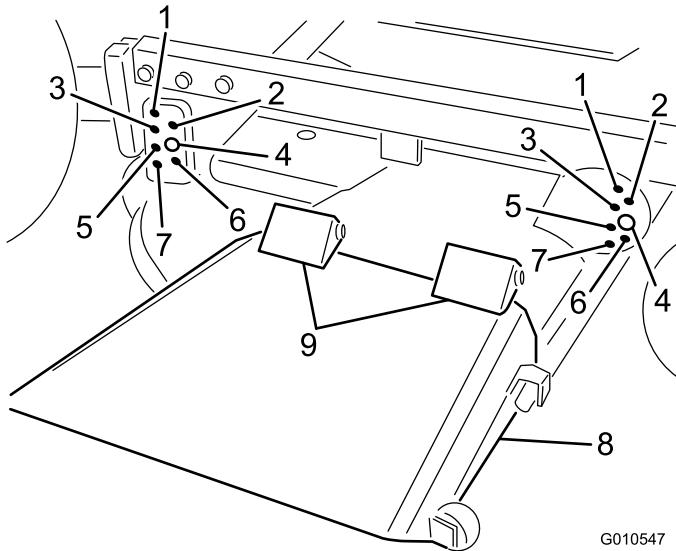

Figura 9
- Desça a estrutura de suporte e instale 4 pinos de forquilha através dos furos do suporte da altura de corte desejada e suportes da estrutura. Prenda os 4 pinos com contrapinos de gancho (Figura 9).